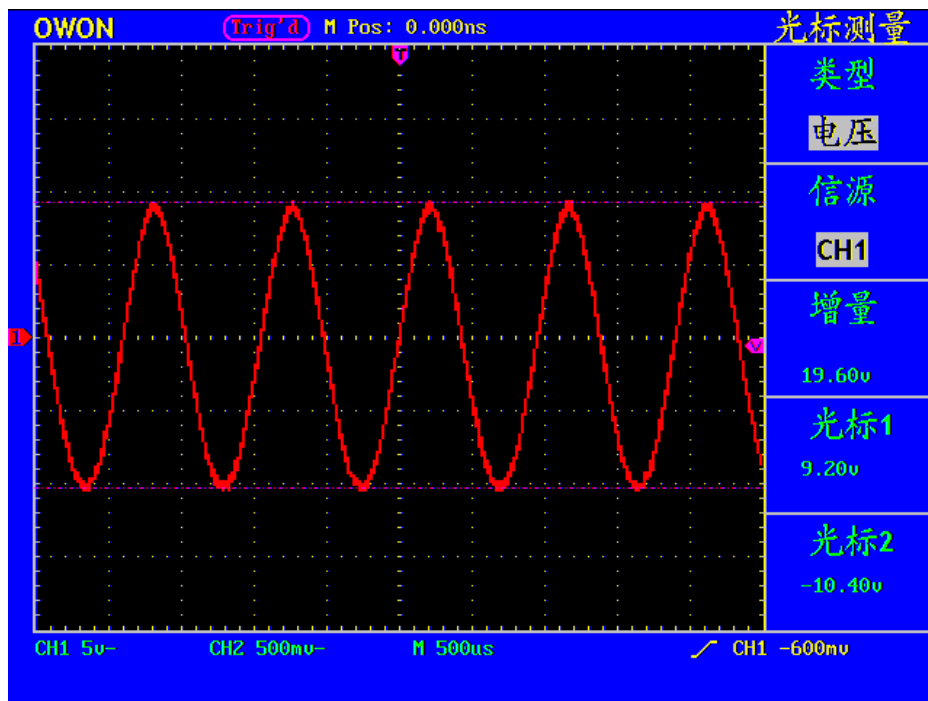

图52： 电压光标测量波形
- 4、根据被测波形调整**光标1**、**光标2**的位置，增量窗口显示光标1和光标2电压幅度差值的绝对值。光标1窗口显示光标1当前的位置，光标2窗口显示光标2当前的位置。见图52：